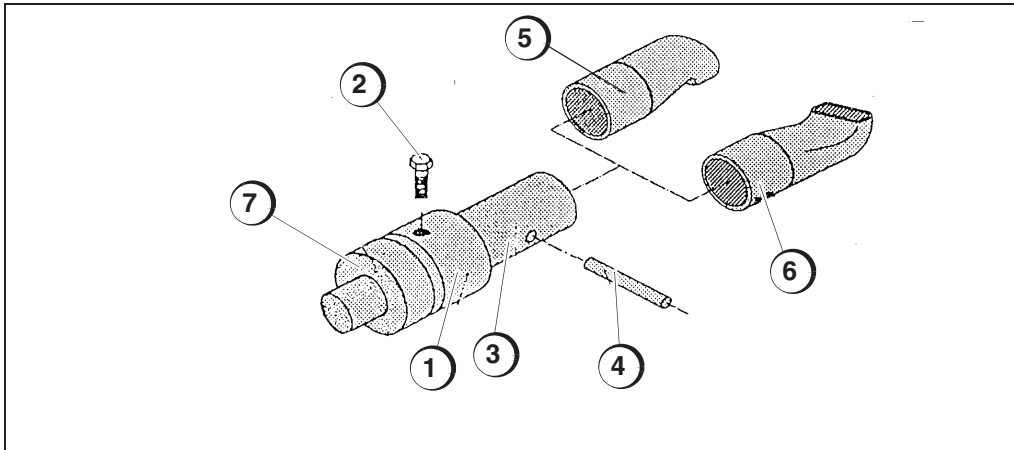

Figura 6-16:
10. Contrassegnare la direzione di rotazione del Turbogiunto a velocità variabile nella boccola (ved. Figura 6-16 "Montaggio del tubo di presa" a pagina 69).